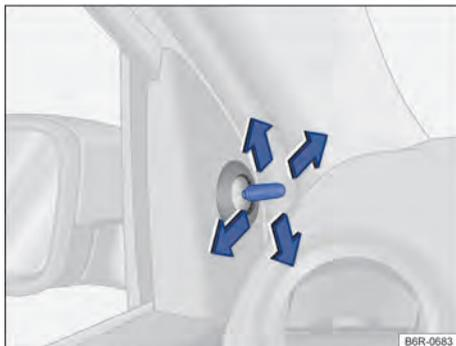

Fig. 81 Nas portas dianteiras: botão de ajuste dos espelhos retrovisores externos mecânicos.
- ◀ – Movimentar o botão de ajuste no revestimento das portas dianteiras → Fig. 81.